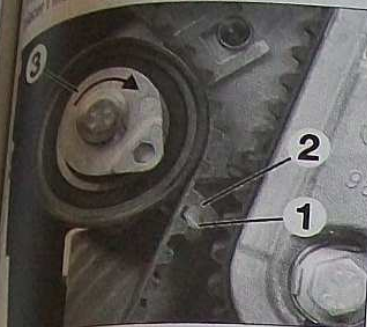

FIG.18
...l'index (1) en face du repère (2) (Fig.18).